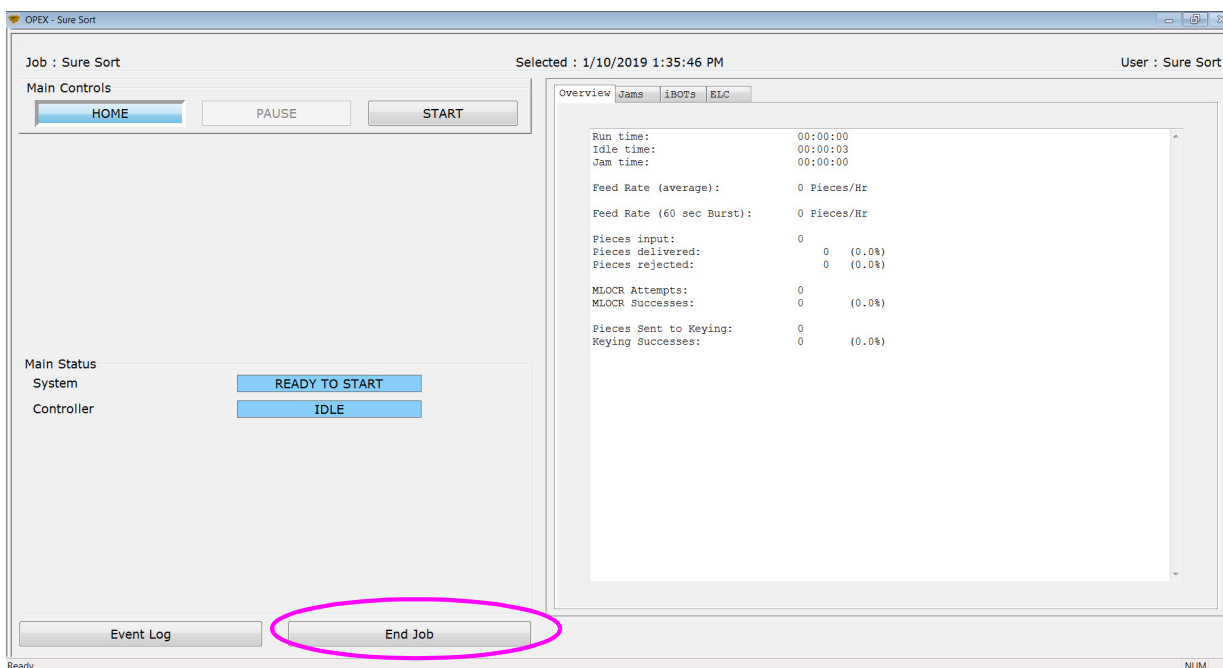

図 4-12: OPEX ホスト実行画面 - ジョブ終了
9. 実行画面を終了するには、**End Job (ジョブ終了)** (図 4-12) をクリックします。